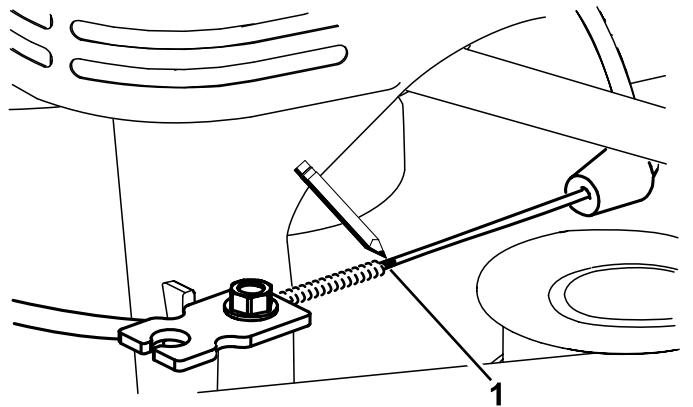

Figura 45
7. Marque el cable de freno (Figura 45),